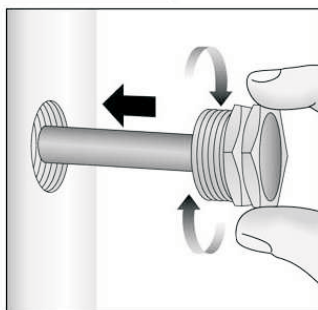
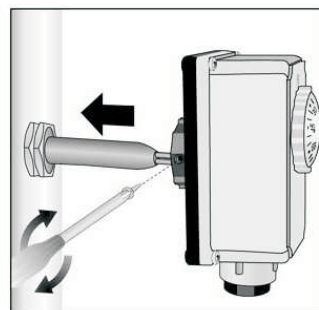

fig.3 - εικ.3
fig.4 - εικ.4
A) Vedere fig.3 e fig.4
A) See fig. 3 and fig. 4